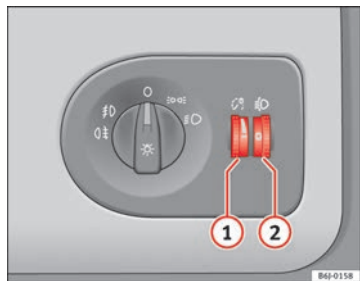

Abb. 56 In der Instrumententafel: Regler für die Instrumenten-/Schalterbeleuchtung und Leuchtweitenregulierung
Bei eingeschaltetem Licht lässt sich die Helligkeit der Instrumenten- und Schalterbeleuchtung durch Drehen des Rändelrades → Abb. 56 ① stufenlos regulieren.